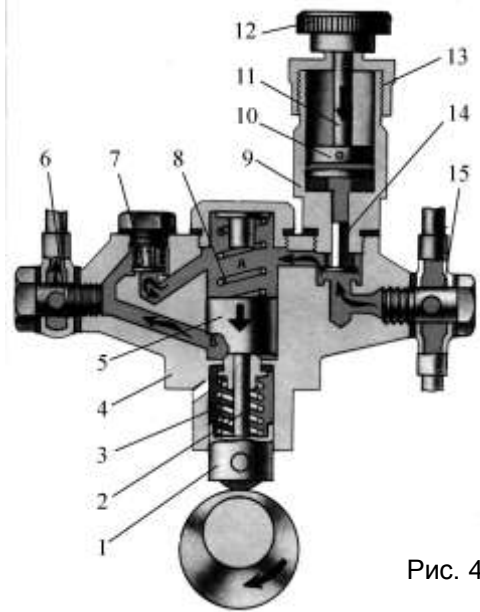

Рис. 4
5. Зніміть з паливного насоса високого тиску підкачувальний насос (помпу). Частково розберіть помпу. Ознайомтесь з будовою помпи, користуючись рис.4: